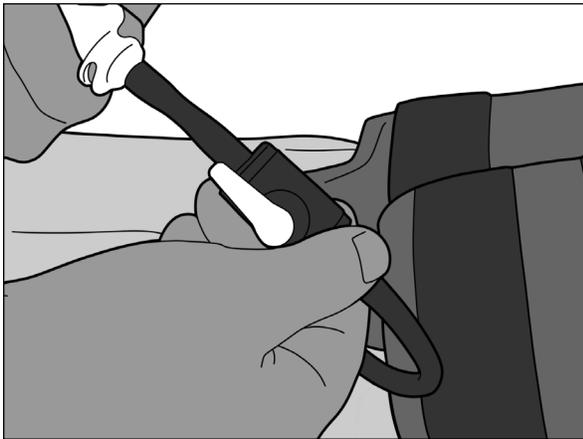

図15
2. シャットオフバルブが開いていることを確認します。バルブハンドルがチューブと平行になるようにします (図15)。